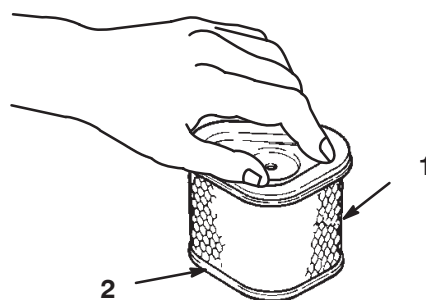

Bild 19
1. Untersuchen Sie den Einsatz auf Risse, einen öligen Film und Schäden an der Gummidichtung (Bild 19).